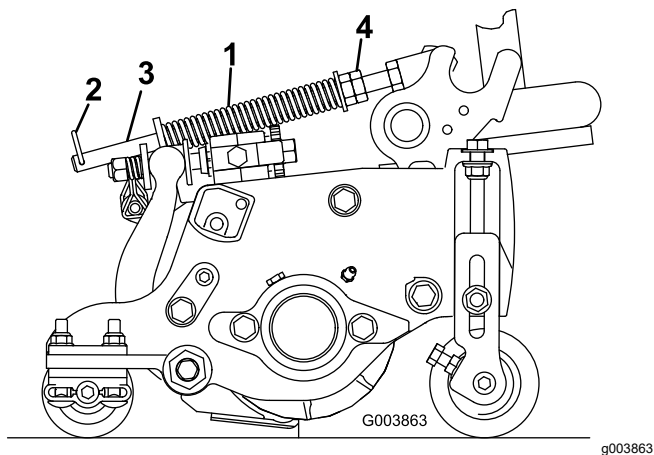

Figure 54
Le ressort de compensation (Figure 54) transfère le poids du rouleau avant au rouleau arrière. Cela évite la formation d'ondulations à la surface de la pelouse.
1. Vérifiez que la goupille fendue est insérée dans le trou de la tige de ressort (Figure 54).
2. Serrez les écrous hexagonaux à l'extrémité avant de la tige de ressort jusqu'à ce que la longueur du ressort comprimé soit égale à 16 cm (6,25 po); voir Figure 54).